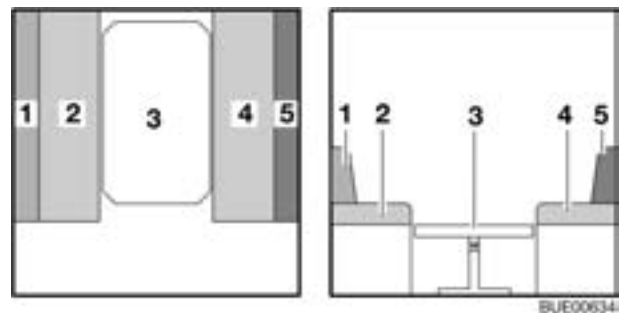

Bild 102 Während des Umbaus
- Die Sitzpolster (Bild 102,2 und 4) zur Mitte ziehen.
- Die Rückenpolster (Bild 102,1 und 5) zwischen die Sitzpolster und die Außenwand legen.